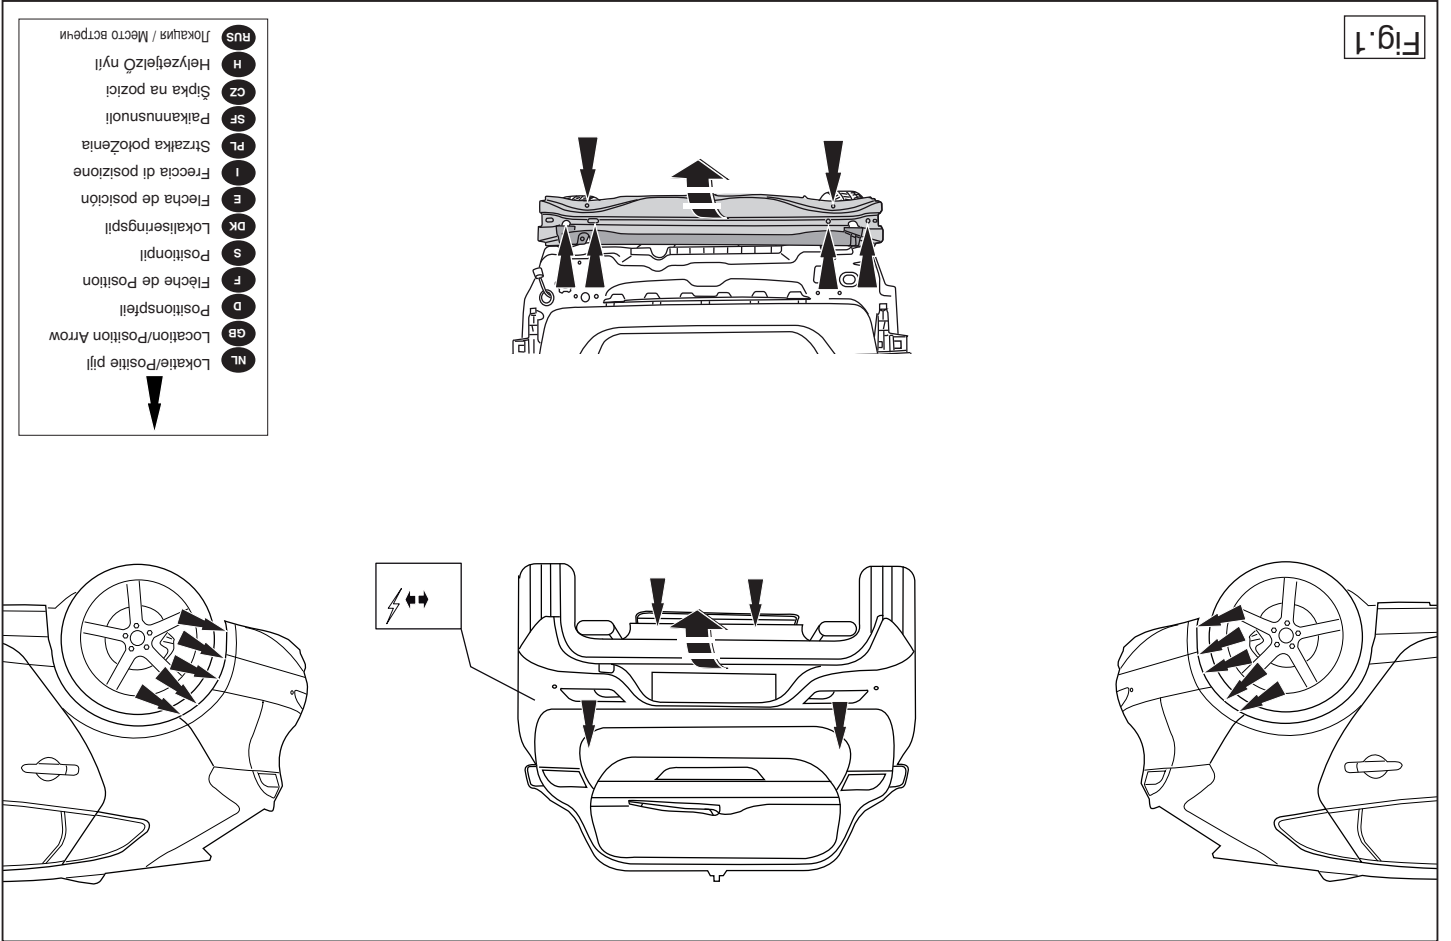

Fig.1
1. Remove the bumper and the steel buffer beam from the vehicle. See figure 1.
1. Die Stoßstange einschließlich des stählernen Stoßbalkens vom Fahrzeug abmontieren. Siehe Abbildung 1.
3. Voir la figure 1.
1. Demonter kofangeren, inklusive køretøjets stålstødbjælke. Se fig. 1.